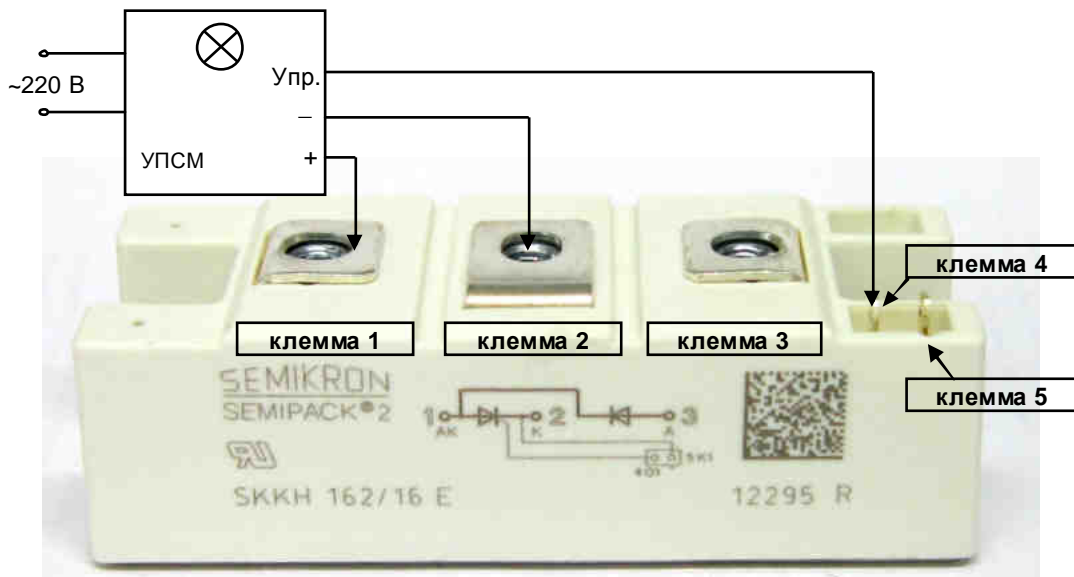

Рис. 4.6. Схема проверки тиристор в входных модулей.
- Соединить выход «+» УПСМ с клеммой 1 модуля, выход «-» УПСМ с клеммой 2 модуля, а выход «Упр.» УПСМ с клеммой 4 модуля (рис.4.6).
Соединить выход «+» УПСМ с клеммой 3 модуля, выход «-» УПСМ с клеммой 1 модуля (рис.4.6), лампочка должна засветиться.